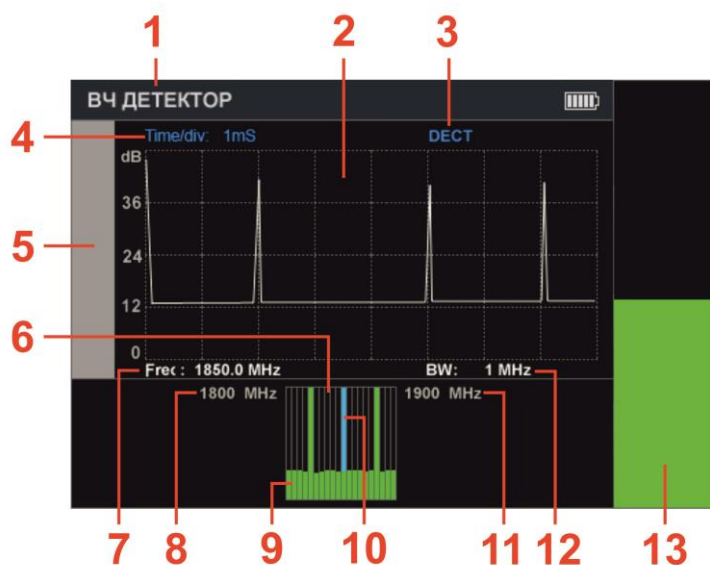

Рис.19
Экран прибора после включения функции представлен на рис.19.
Цифрами на рис.19 обозначено:
- ИНДИКАТОР уровня сигнала (рис.19, п.13);
- ОСЦИЛЛОГРАФ (рис.19, п.2);
- СПЕКТРОАНАЛИЗАТОР (рис.19, п.6).
В окне ИНДИКАТОРА (рис.19, п.13) отображается уровень сигнала на частоте маркера (рис.19, п.7) СПЕКТРОАНАЛИЗАТОРА (рис.19, п.10).
В два других окна выводятся осциллограмма (рис.19, п.3) и спектрограмма (рис.19, п.6). Одновременно активно только одно окно, которое выделяется белой рамкой (рис.19, п.5). Переключение между окнами ОСЦИЛЛОГРАФА и СПЕКТРОАНАЛИЗАТОРА, осуществляется с помощью кнопок  и .